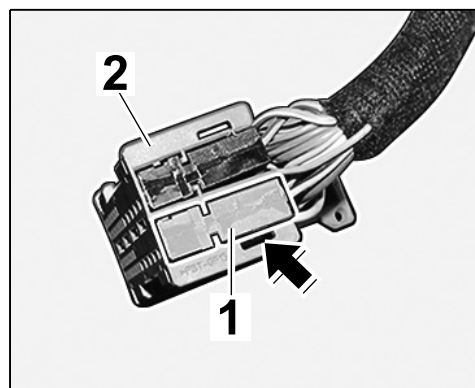

Рис. 16
- 2.4.2 Раскрыть фиксатор (⇒ Рис. 16 -**стрелка**-) и выдвинуть серый корпус гнездовых контактов из черного держателя разъема (⇒ Рис. 16).